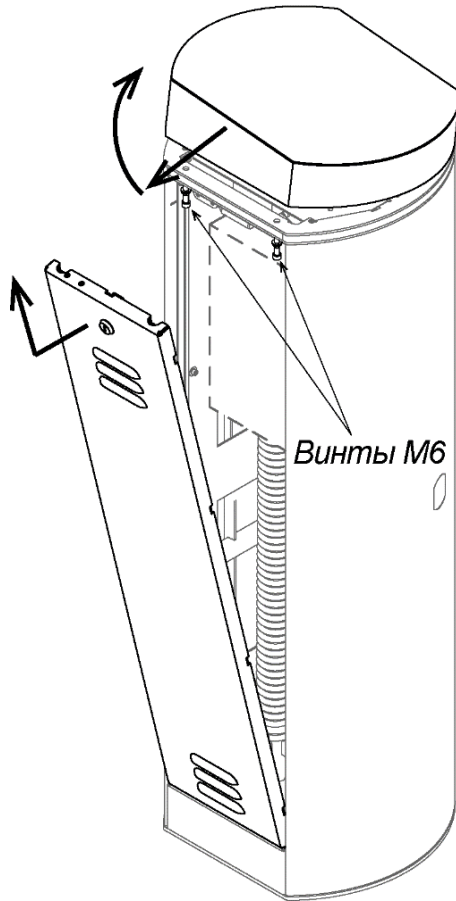

Рисунок 11. Порядок снятия верхней крышки шлагбаума
1. Снимите дверцу, предварительно повернув ключ замка, и открутите два винта М6, которые находятся снизу на верхней грани проема дверцы. Аккуратно, чтобы не повредить установленную внутри плату управления, снимите крышку, сдвинув ее за передний край на себя и затем подняв его вверх (см. рис. 11).
2. На приводе стрелы переведите рычаг (13) в нижнее положение. Для этого шлицевой отверткой вращайте винт (или ручку, в зависимости от модификации привода) разблокировки привода (21) против часовой стрелки до упора.
3. Если ранее были установлены балансирующие пружины (8), то их необходимо снять (см. разд. 8.5.4).
4. Демонтируйте рычажно-шатунную группу – детали (12) и (13), для чего открутите два болта (14) с внутренним шестигранником S10 и снимите стопорное кольцо (15). Детали плотно насажены на оси, при снятии покачивайте их из стороны в сторону, при необходимости используйте большие отвертки в качестве рычагов.
1. Откройте дверцу (2) стойки шлагбаума.
2. Шестигранным ключом S10 ослабьте два болта (14), фиксирующие рычаг (13) на валу кронштейна стрелы (см. рис. 11). Придерживайте стрелу от падения!